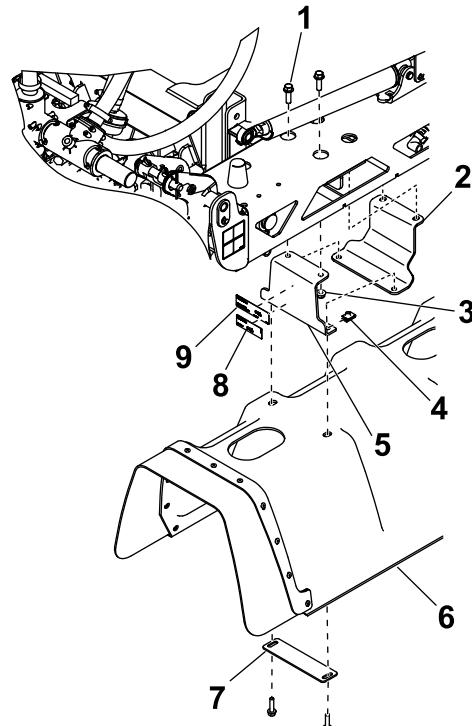

Рисунок 8
Приклейте наклейку с названием модели / серийным номером и наклейку с нормативными требованиями на 1 из кронштейнов средней стрелы, как показано на Рисунок 8.
1. Установите каждый из 2 средних кронштейнов и монтажные пластины стрелы на среднюю стрелу с помощью 2 болтов с шестигранными головками ($\frac{3}{8}$ x 1 $\frac{1}{4}$ дюйма) и 2 фланцевых гаек ($\frac{3}{8}$ дюйма), как показано на Рисунок 8.
2. Установите средний кожух на кронштейны средней стрелы с помощью 4 П-образных гаек, 2 пластинчатых шайб и 4 болтов с шестигранными головками (5/16 x 1 $\frac{1}{4}$ дюйма), как показано на Рисунок 8.